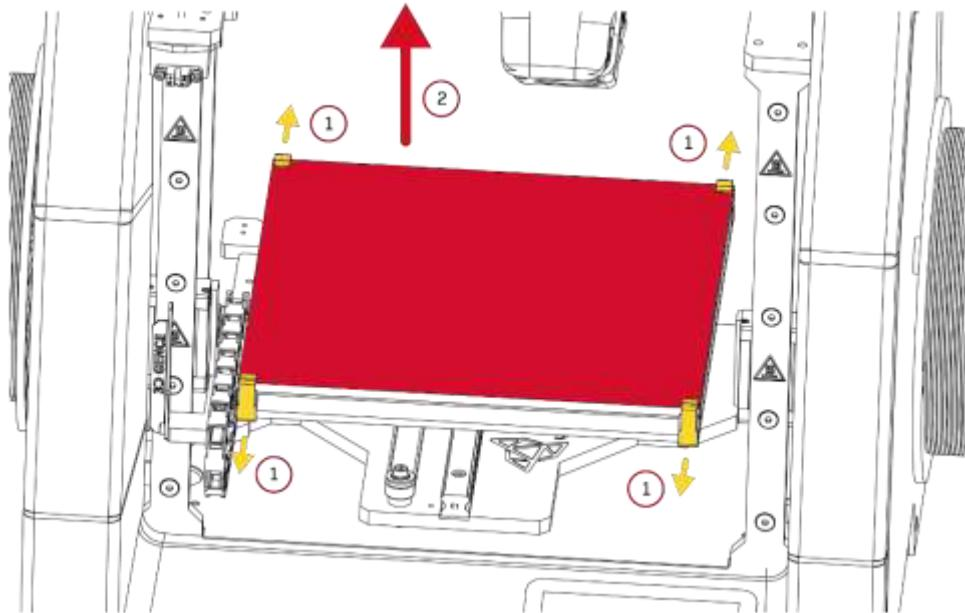

Рис. 57 Нагревательный стол: 1. Клипсы / 2. Керамическая поверхность нагревательного стола
4. Снять четыре металлических клипсы, крепящих керамическую поверхность, сдвинув их (рис. 57, желтый цвет, позиция 1). Если снять клипсы затруднительно, следует использовать плоскогубцы.
5. Аккуратно поднять и снять керамическую поверхность (рис. 57, красный цвет, пункт 2).